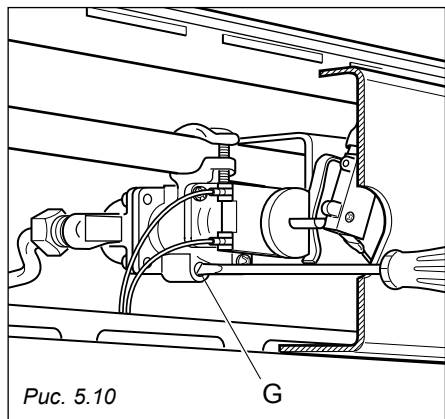

Рис. 5.10
- Снимите ручку регулятора и, вставив тонкую отвертку через отверстие на передней панели, отвинтите на три оборота перепускной винт «Ж» (Рис. 5.10).
- Слегка затяните перепускной винт «Ж» (Рис. 5.10) так, чтобы длина пламени составляла 3-4 мм.